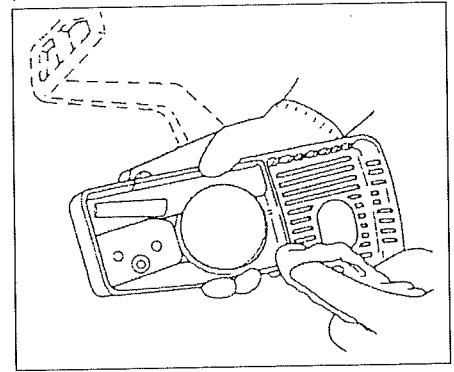

Fig.3-6
**Side case (Fig. 3-6)**
**Nettoyage du carter latéral (Fig. 3-6)**
**Carter laterale (Fig. 3-6)**
**Seitengehäuse (Fig. 3-6)**
**Caja lateral (Fig. 3-6)**
**Sidokåpa (Fig. 3-6)**